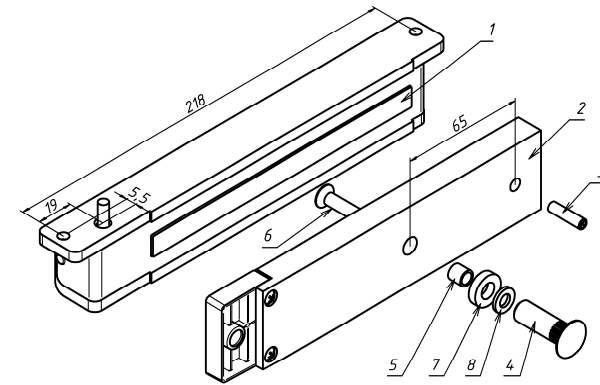

Рисунок 1
3.1 Комплект поставки (рисунок 1):
- корпус (1) - 1 шт.
- якорь (2) - 1 шт.
- комплект крепления якоря: штифт (3), втулка (4), втулка проходная (5), винт М6х35 (6), кольцо уплотнительное (7), шайба (8).